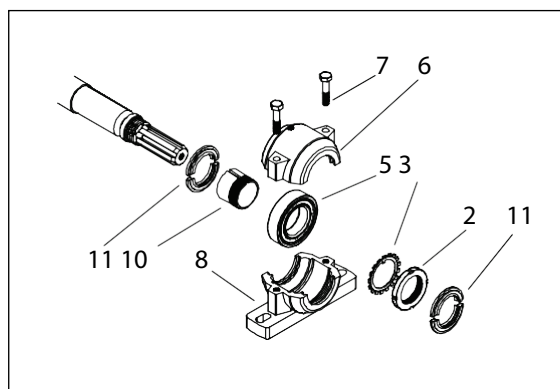

Fig. 7b. Leje, notakselside
Lejerne på indfødningssiden og på notakselsiden er forskellige fra hinanden. Lejet på notakselsiden, fig. 7b, har ingen afstandsringe (4 og 9) og endeplade (1). Lejet på notakselsiden er forsynet med støvdæksler på begge sider (11).